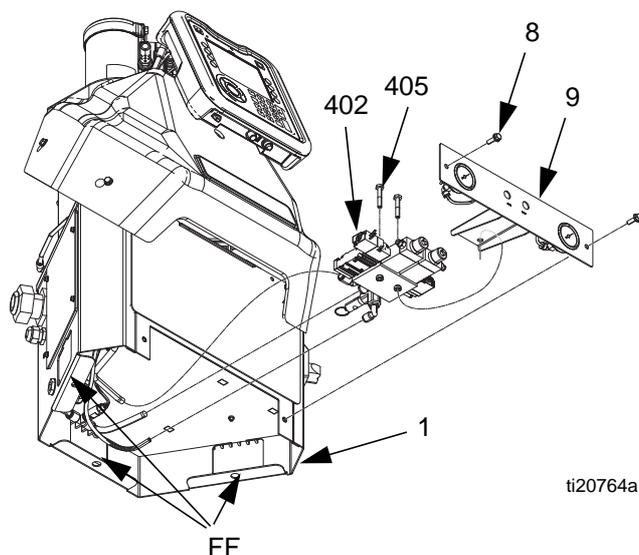

FIG. 47
*Démontage (voir la FIG. 47) :*
3. Retirer le panneau frontal d'accès (10) au boîtier électrique (1).
4. Utiliser une douille de 9,5 mm (3/8 po.) pour retirer les deux vis (8).
6. Passer les mains dans les trous d'accès (FF), consulter FIG. 47, en bas du boîtier électrique, puis débrancher les conduites d'air des électrovannes de commandes d'air (402).
8. Retirer les deux vis (405) fixant les électrovannes (402) sur l'ensemble de commandes pneumatiques (9), puis retirer les électrovannes de commandes pneumatiques.
*Remontage (voir la FIG. 47) :*
1. Utiliser les deux vis (405) pour fixer les nouvelles électrovannes (402) sur l'ensemble de commandes pneumatiques (409).
3. Passer les mains dans les trous d'accès (FF), consulter FIG. 47, en bas du boîtier électrique, puis raccorder les conduites d'air sur les électrovannes de commandes pneumatiques (402).
4. Glisser l'ensemble de commandes pneumatiques (9) à leur place, puis utiliser les deux vis (8) pour les fixer sur le boîtier électrique (1).